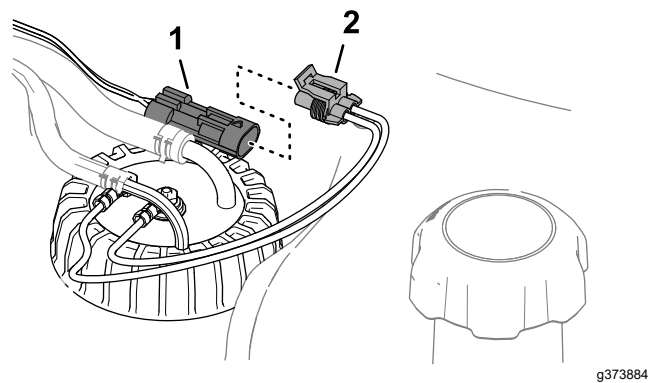

Figure 130
6. Débranchez le connecteur du faisceau du transmetteur de niveau de carburant sur le connecteur du faisceau de la machine (Figure 130).